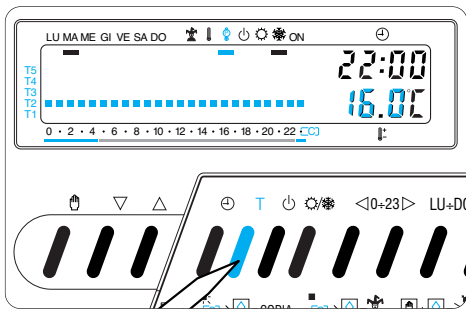

Fig. 33
8.4 - Premere il pulsante T per confermare il valore della temperatura visualizzata sul display e per passare al livello di temperatura successivo (fig. 33).